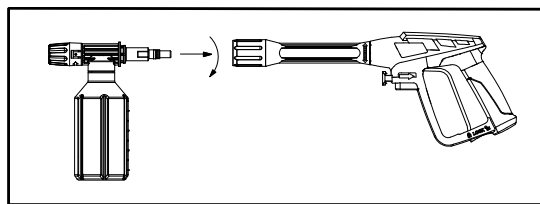

Figura 8 - Atașati aplicatorul la pistol
4. Atașați aplicatorul de detergent la pistol. (A se vedea figura 8)